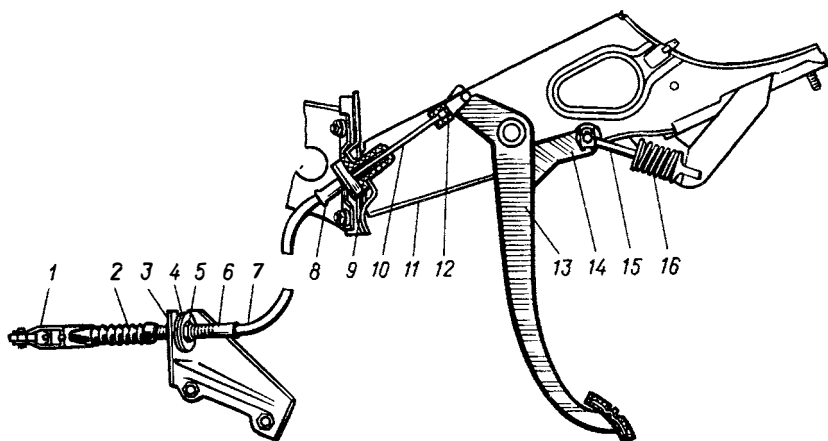

Рис. 3. Привод сцепления автомобилей ВАЗ-2108, -2109 (с сервомеханизмом):
трос новым. Для этого ослабляют регулировочные гайки 5 (рис. 3), вынимают нижнюю часть троса 10 из гнезда кронштейна 3 крепления оболочки троса и отсоединяют поводок 1 от рычага вилки выключения сцепления. Затем снимают с педали сцепления серьгу 12 троса и вынимают трос в сборе с втулкой 9 из щита передней части кузова.
16. Недостаточный ход педали сцепления с беззазорным приводом (отсутствует зазор между подшипником выключения сцепления и лепестками нажимной пружины). Отрегулировать ход педали сцепления, который должен составлять 125—130 мм. Регулировку выполняют регулировочными гайками, как и у сцепления с сервоприводом (см. рис. 3), последовательно вращая их — одну гайку заворачивают, а другую отворачивают. Установив требуемый ход педали сцепления, выжимают педаль до упора не менее трех раз. Проверяют ход педали и при необходимости регулируют его. Затем, не изменяя положения педали, затягивают регулировочные гайки динамометрическим ключом моментом, равным 15—20 Н·м.